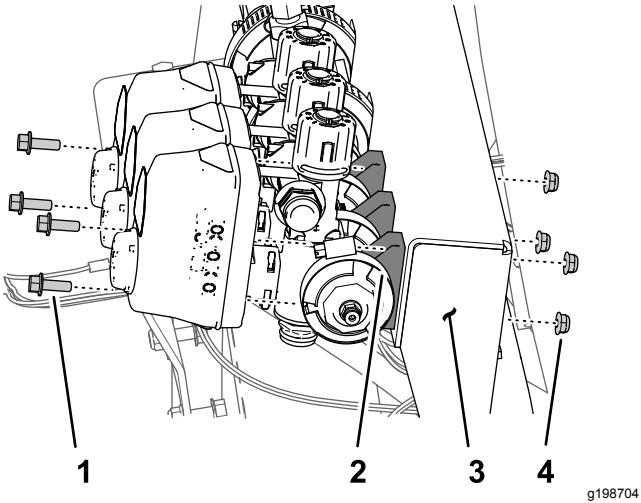

图68
1. 拧下将左喷洒臂段阀固定至歧管安装架的 2 个凸缘头螺栓 $\frac{1}{4} \times \frac{3}{4}$ 英寸和 2 个锁紧螺母 $\frac{1}{4}$ 英寸 图68。
2. 拧下将右喷洒臂段阀固定至歧管安装架的 2 个凸缘头螺栓 $\frac{1}{4} \times \frac{3}{4}$ 英寸和 2 个锁紧螺母 $\frac{1}{4}$ 英寸 图68。
3. 拧下将左喷洒段阀的法兰固定至适配器的法兰夹具 4064mm 和垫片 25 x 35mm 图68。